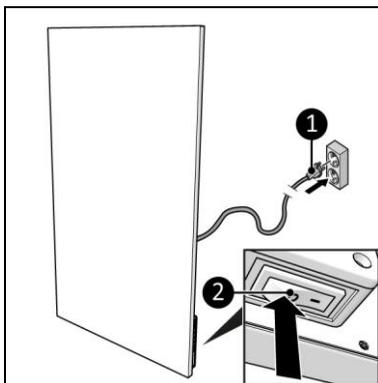

Figure 16
2. Assurez-vous que le commutateur ON/OFF est en position OFF (figure 16, pos. 2).
3. Insérez la fiche d'alimentation (figure 16, pos. 1) dans une prise murale reliée à la terre et facilement accessible. Utilisez une prise murale mise à la terre d'une puissance minimale de 1000 watts.